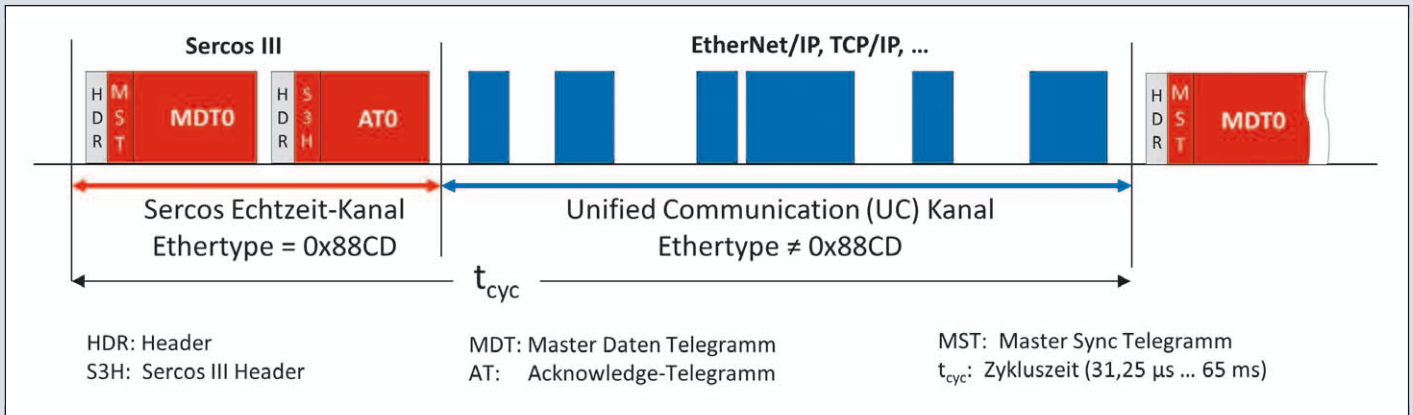
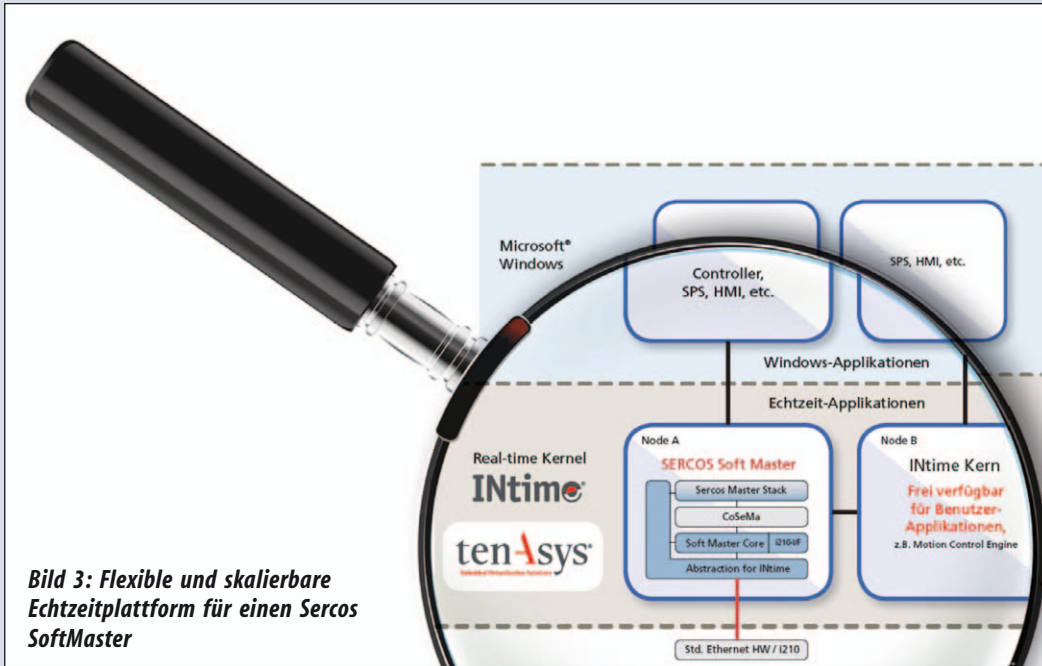

Bild 1: Das zeitgesteuerte Übertragungsverfahren von Sercos
Bild 3: Flexible und skalierbare Echtzeitplattform für einen Sercos SoftMaster
Die Kommunikation von Sercos basiert auf einem Zeitschlitzverfahren mit einer zyklischen Übertragung von Telegrammen auf Basis eines Master-Slave-Prinzips (siehe Bild 1). Ein zentraler Master sendet sogenannte Master-Daten-Telegramme (MDT) an die unterlagerten Slaves. Darin sind beispielsweise Sollwerte enthalten. Prozessdaten aus dem Feld, z. B. Istwerte, werden über die Acknowledge-Telegramme (AT) von den Slaves an den Master geschickt. Die AT-
den kann (Bild 3). Für den Sercos SoftMaster werden INtime Low-Level-Treiber eingesetzt, die speziell für die Unterstützung von Ethernet-basierten Feldbus-Applikationen entwickelt wurden. Mit diesem HPE-Treiber (High Performance Ethernet) lassen sich Ethernet-Datenpakete ohne zusätzliche Anpassungen hardware-nah innerhalb eines Sercos-basierten Feldbus-Netztes versenden und empfangen. Dabei werden Paket-Jitter-Werte erreicht, die für das Einhalten der Sercos Zeitvorgaben erforderlich sind. In Ergänzung dazu ermöglicht die XCNT-Funktion, Standard-TCP/IP-Traffic vereinfacht über den gleichen Port innerhalb des UC-Kanals (siehe Bild 1) einzuschleifen. Damit können Feldbus- und Standard IT-Netzwerk-Traffic über eine gemeinsame Netzwerkinfrastruktur übertragen werden.